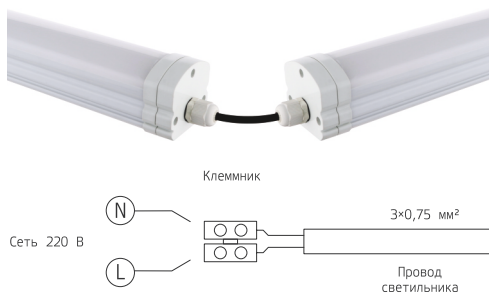
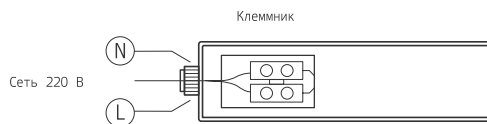

Рис. 1. Схема подключения светодиодного светильника Ultracompact к сети 220В
Рис. 2. Схема подключения светодиодного светильника Universal к сети 220 В
- Монтаж продукции Gauss® должен быть произведен так, чтобы обеспечить надежную фиксацию и удобный доступ для обслуживания. Подключение светодиодных светильников Gauss® к сети электропитания потребителя производится с помощью клеммной колодки (в комплект не входит) согласно схеме (рис. 1 – серия Ultracompact, рис. 2 – серия Universal);